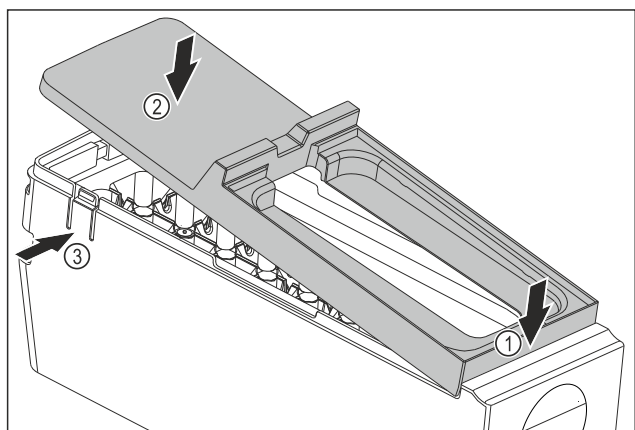

Fig. 90
- ▶ Montáž krytu korpusu EasyTwist-Ice: Kryt nasadte vpredu. Fig. 90 (1)
- ▶ Kryt spustíte dozadu. Fig. 90 (2)
- ▷ Kryt počutelné zapadne od oboch strmeňov Fig. 90 (3).